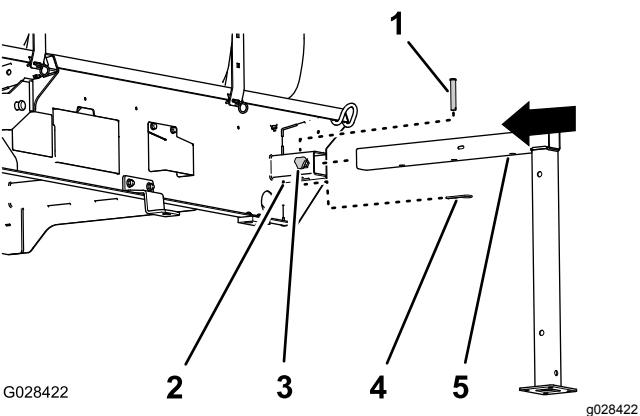

Figura 133
1. Allineate il cavalletto anteriore con la sede per il cavalletto nella parte anteriore del serbatoio (Figura 133).
2. Inserite il cavalletto nella sede apposita fino a che il foro centrale nel tubo orizzontale del cavalletto si allinea con il foro nella parte alta della sede apposita (Figura 133).
4. Avvitate una manopola di bloccaggio nel ricevitore e serrate la manopola manualmente (Figura 133).